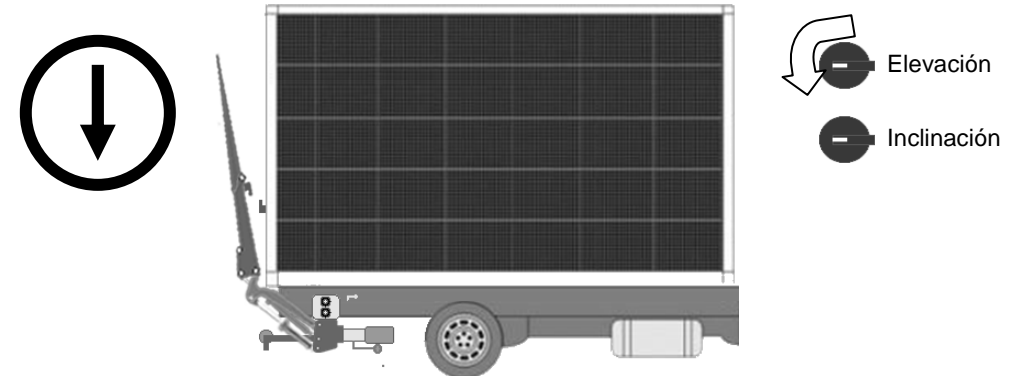

Figura 3
3. Bajar la plataforma unos 20 cm usando la perilla del tablero de comando (superior en sentido antihorario). (figura 3)
2. Luego de haber destrabado la plataforma no la voltee completamente en forma horizontal, siempre realizar los pasos de la figura 3.